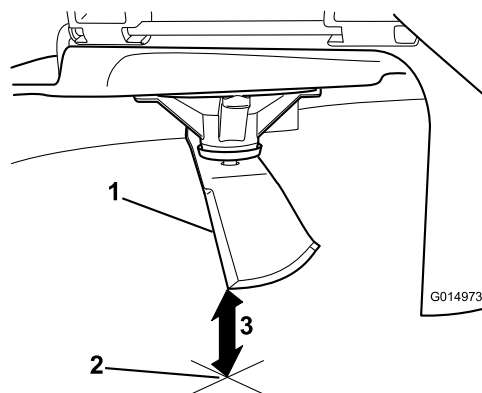

Рисунок 62
3. Измерьте расстояние от конца ножа до плоской поверхности (Рисунок 62).